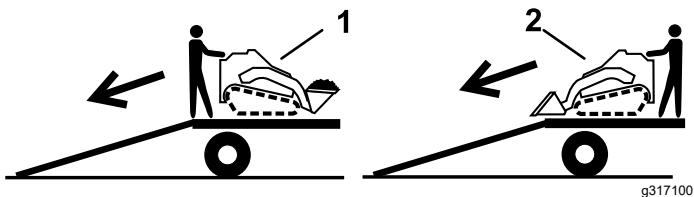

Figura 22
2. Scaricate la macchina dal rimorchio con l'estremità più pesante sulla rampa, trasportando i carichi verso il basso (Figura 22).